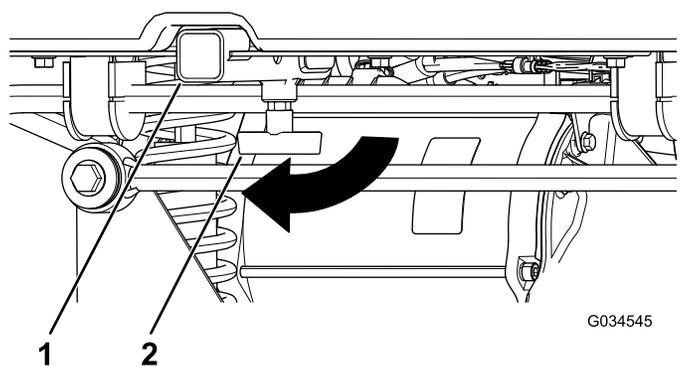

図 15
- レシーバにアクセサリを挿入し、穴どうしが並ぶまで押し込む 図 15。